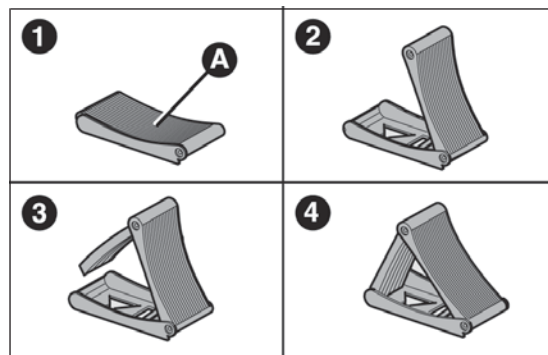

fig. 34
- ☐ prelevare il cuneo di bloccaggio A dalla borsa attrezzi ed aprirlo a libro secondo lo schema illustrato in fig. 34;